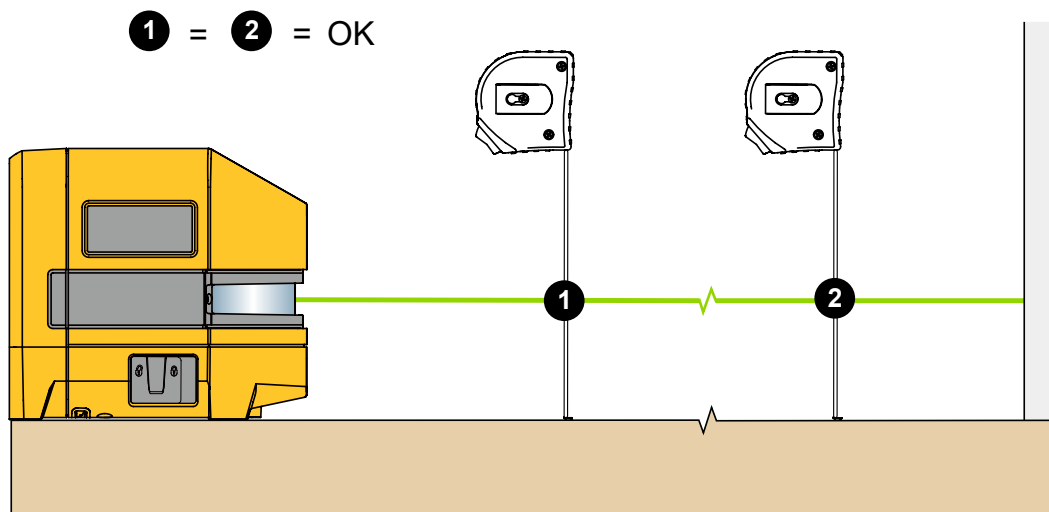

Рисунок 4. Выравнивание размещенных ранее элементов
3. Измерьте расстояние от объекта до лазера на различных расстояниях от Прибора. См. Рисунок 4.